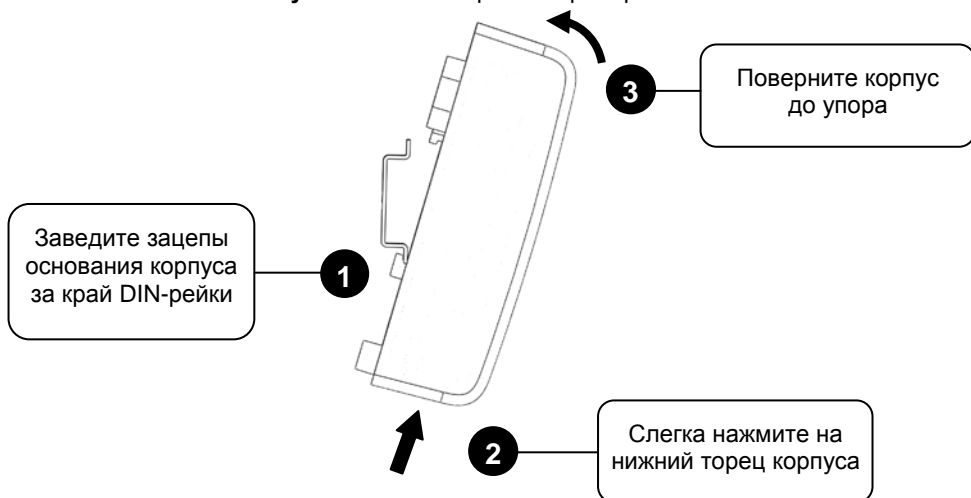

Рисунок 3. Крепление преобразователя на DIN-рейку
3.3.2 Установите преобразователь на DIN-рейку в порядке, указанном на рис. 3.